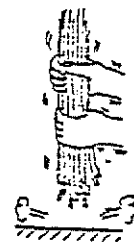

Fig. 2
A. 圧着前の確認	<p>(1) 圧着作業を始める前に端子に変形がないことを確認して下さい。</p> <p>(2) リールに巻かれた連鎖状端子が、つなぎ部分で極端に折れ曲げられたり又はねじられたりすると、ロッキングレバー部（以下レバー部という）がダメージを受け、変形する場合があります為注意して下さい。 またそのような端子が発見された場合は、その端子は使用しないで下さい。</p> <p>(3) 通常作業で端子変形のある場合は、圧着工具又は端子に何らかの異常又は不良がある場合です。 AMPに連絡して修正させて下さい。</p>
B. 圧着	<p>(1) 圧着はAMPの指定する圧着工具で正しく圧着して下さい。 圧着時の圧着条件は、取付適用規格に準拠し、圧着変形が大きくなった場合は、圧着工具の調整又は部品交換を行なって下さい。</p> <p>(2) 圧着作業時にレバー部を機械、その他の部品に引っ掛けないように注意して下さい。</p> <div data-bbox="560 1240 963 1528" style="text-align: center;"> </div> <p style="text-align: right;">Fig. 2</p> <p>(3) 圧着において空打ちしないで下さい。 圧着不良が出た時に、空打ちして端子本体を切断してしまうと、その破断片がキャリアカットの落ちる溝に固着し、そのままの状態で作業を続けると破断片が詰まり、レバー先端を無理に押し上げてしまいレバー変形を発生させます。</p> <p>(4) リールの途中で圧着が完了し、端子をリール内で借り止めする場合は、端子にダメージを与えない為輪ゴム等を使用して下さい。端子をリールの穴に通して折り曲げるとレバー変形を発生させることがあります。</p>